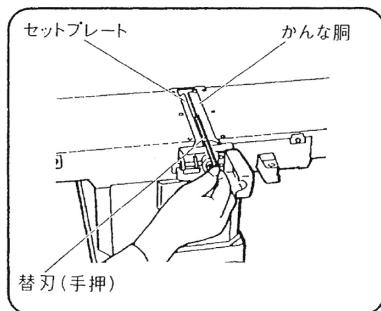

図 39
(4) 押え金をかんな胴にかんな刃取付用ボルト 4 本で片締めします。
(5) かんな胴の裏刃部が上側になるようにかんな胴をまわし固定します。
(6) かんな胴とセットプレートの間に替刃 (手押) を入れます。 (図 39)
**注** ● 替刃の溝にセットプレート (B) の凸部が確実に入っていることを確認してください。
(7) 26 ページ「かんな刃の取付けと刃高の調整」の要領で刃高調整をします。
(8) かんな刃取付用ボルトが上側になるようかんな胴をまわし、お手持ちの + ドライバーでセットプレートを取り付けねじで固定します。